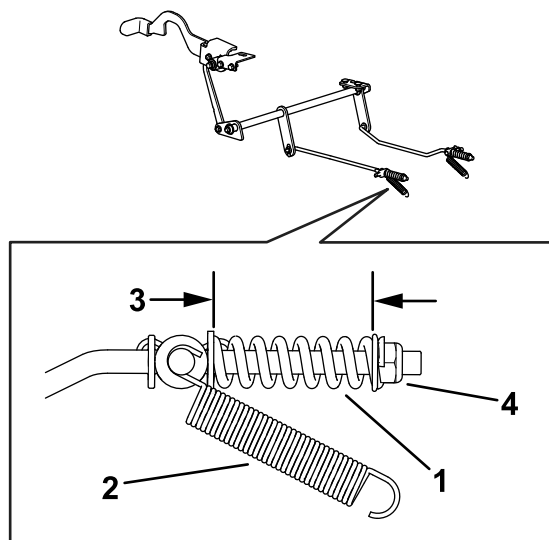

Figura 74
8. Compruebe la longitud de ambos muelles como se muestra en la Figura 74. Si es necesario ajustarlos, gire la tuerca de retención del muelle en sentido horario para acortar el muelle y en sentido antihorario para alargarlo. Repita el paso 6.